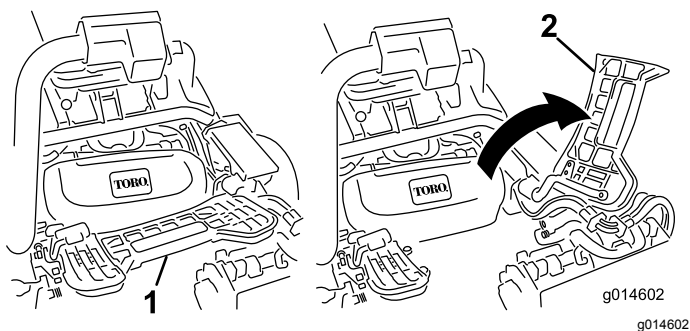

Bild 31
1. Heben Sie die Fußplattform an und schwenken sie in die geöffnete Stellung, um die Stellung des mittleren Mähwerks zugänglich zu machen (Bild 31).